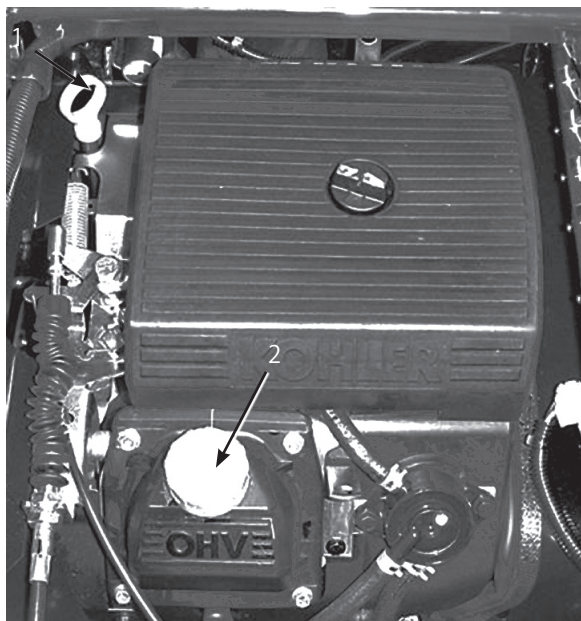

図6
2. ディップスティックを抜き、ウェスで一度きれいに拭く（図6）。ディップスティックを、チューブの根元までもう一度しっかりと差し込む。引き抜いて油量を点検する。
3. 油量が少なければ、バルブ・カバーの上についている補給口（図6）を開け、ディップスティックの Full マー